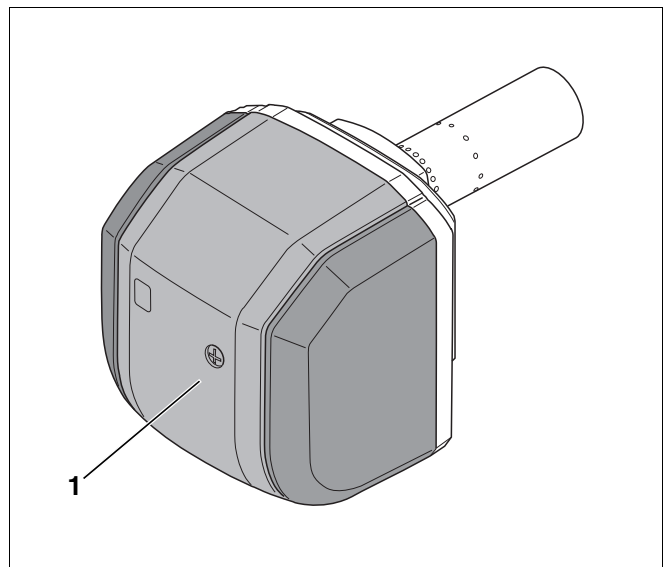

Abb. 38 Brennerhaube aufsetzen und verschrauben
- Befestigungsschraube (Abb. 38, **Pos. 1**) der Brennerhaube anziehen.